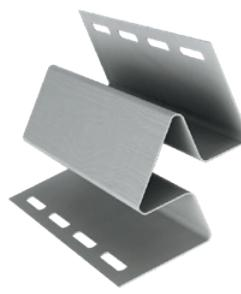

Рисунок 30.1
- стандартный внутренний угол (рис. 30.1).
- 13.6** Монтаж стандартного внутреннего угла (рис. 30.1) производится аналогично внутруннему углу из двух J-профилей и наружному углу, с соблюдением общих правил монтажа.